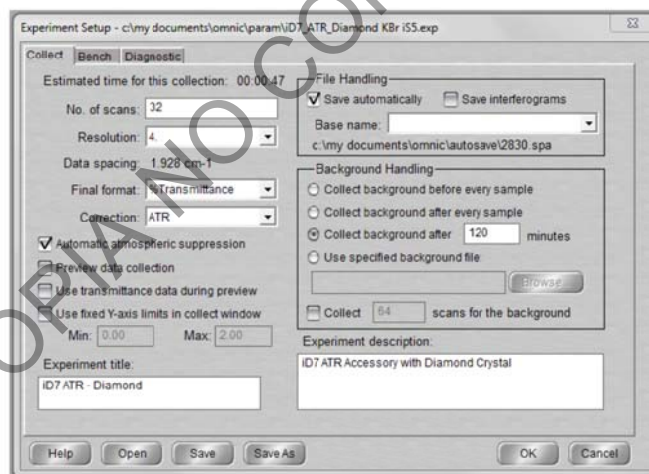
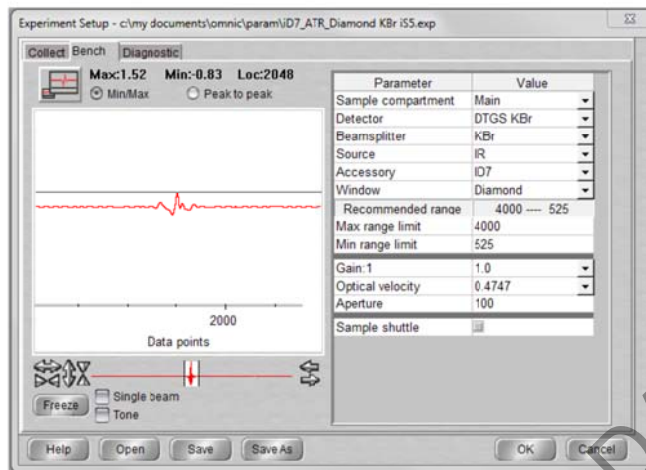

Figura 3: Opciones de la pestaña "Collect" de la ventana emergente: "Experiment Setup".
Figura 4: Opciones de la pestaña "Bench" de la ventana emergente: "Experiment Setup".
7.3.3 Verifique en la pestaña "Collect" y en la pestaña "Bench" los datos como se muestran en la Figura 3 y en la Figura 4 respectivamente.